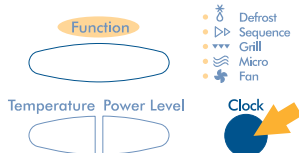

fig. 10
- 7) **Geen eieren koken met de schaal** (fig. 10): de druk die ontstaat aan de binnenkant zou het ei doen ontploffen, ook na afloop van de bereidingstijd. Geen gekookte eieren opwarmen, tenzij het roerei betreft.